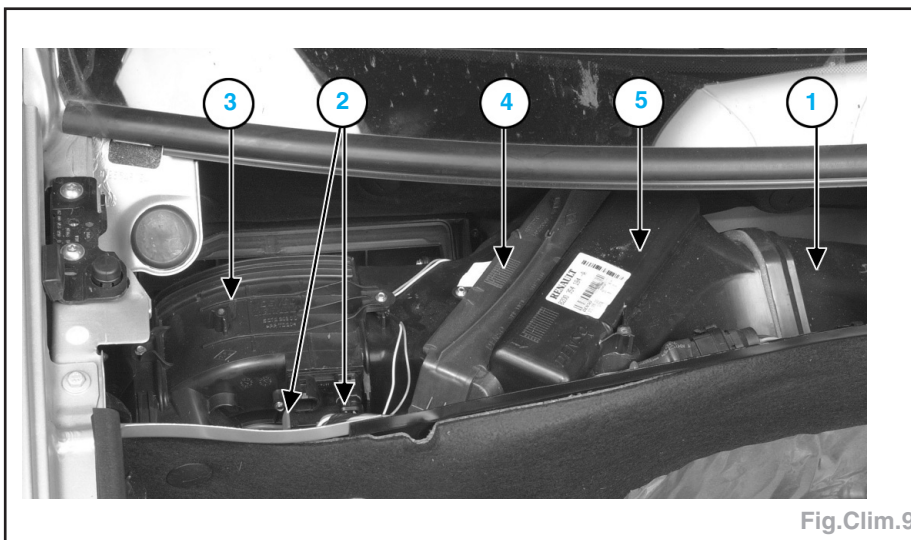
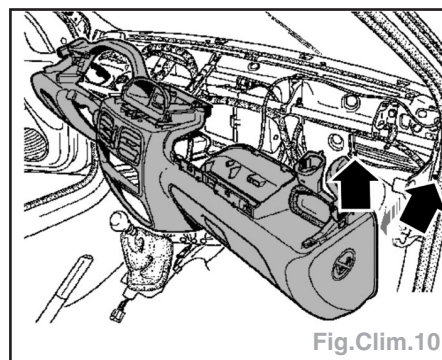

Fig.Clim.9
Fig.Clim.10
- les 5 vis de fixation (2) de la tôle de fermeture du compartiment d'auvent,
- le manchon intermédiaire (1) entre le groupe motoventilateur et le boîtier du bloc chauffage figure (Fig.Clim.9).
- Débrancher les connecteurs (2) et la masse du groupe motoventilateur.
- la planche de bord partiellement (voir opération concernée chapitre «Éléments amovibles / Sellerie») pour avoir accès aux deux vis de fixation du bloc évaporateur depuis le côté droit (Fig.Clim.10),
- le motoventilateur habitacle (3) (Fig.Clim.9),
- le filtre habitacle (4),
- le moteur de recyclage et le calculateur du boîtier d'évaporateur (5),